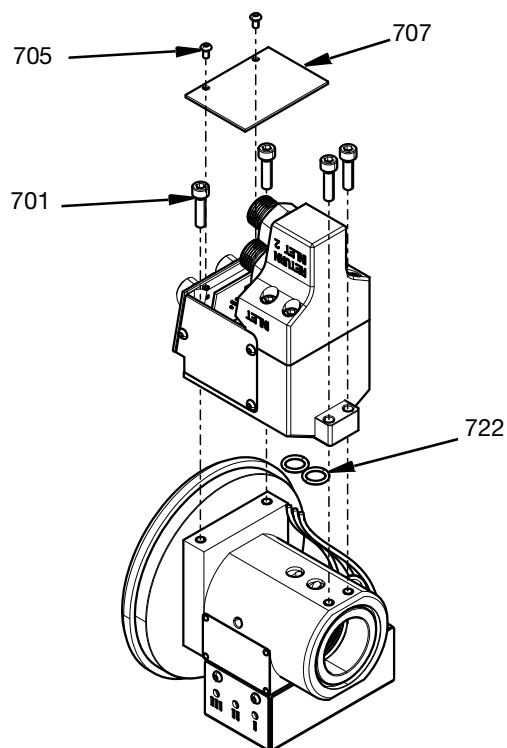

FIG. 18
- Retirez le couvercle supérieur (707) en enlevant les deux vis M3 du couvercle (705).
- Les quatre vis M5 (701) peuvent ensuite être retirées pour séparer l'ensemble du boîtier de raccordement de l'ensemble de la chambre pivotante.
Il est désormais possible d'accéder à des capteurs ou des bouchons. Les joints toriques (722) doivent être remplacés par des joints neufs avant le remontage. Voir FIG. 18.